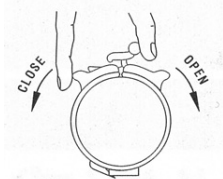
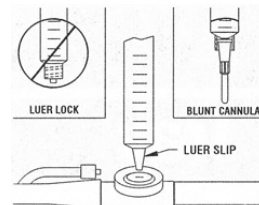

FIG. 3
FIG. 4
6. 排尿口を開放し尿を排出するには、スブラッシュガードの白いレバーを時計回りに動かす。排尿口を閉じるときは、レバーを反時計回りに、カチッとロックされるまで動かす(FIG. 3)。
7. 尿標本を採取するには、サンプリングポート表面を消毒剤で拭く。ルーアースリンジあるいはブラントチップカニューラの先端をニードルレスサンプリングポートの中央に挿入する(FIG. 4)。標本を採取したらシリンジを抜き取る。
注意：ルーアロック方式のシリンジは使用不可〔サンプリングポートに挿入できないため〕(FIG. 4)。
④カテーテルの体外に出ている部分を切断する。ただし断端を尿道内に押し込まないようにコップヘル等で固定して処置を行う(図3)。場合によってはインフレーションルーメンに合う径の留置針を差し込み、再度ゆるやかにポンピングを試みる(図4)。